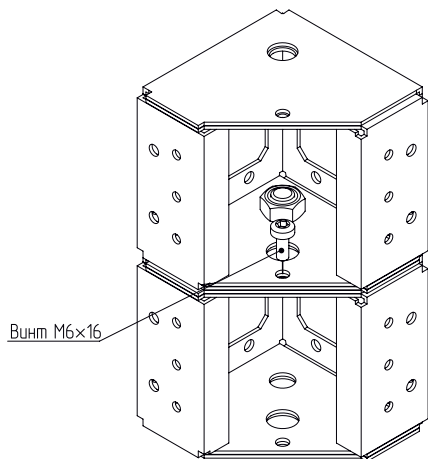

Рисунок 11
4.2.2 Зафиксировать углы цоколя от проворачивания с помощью винта M6×16 (рисунок 11). Момент затяжки – 7 Н·м.